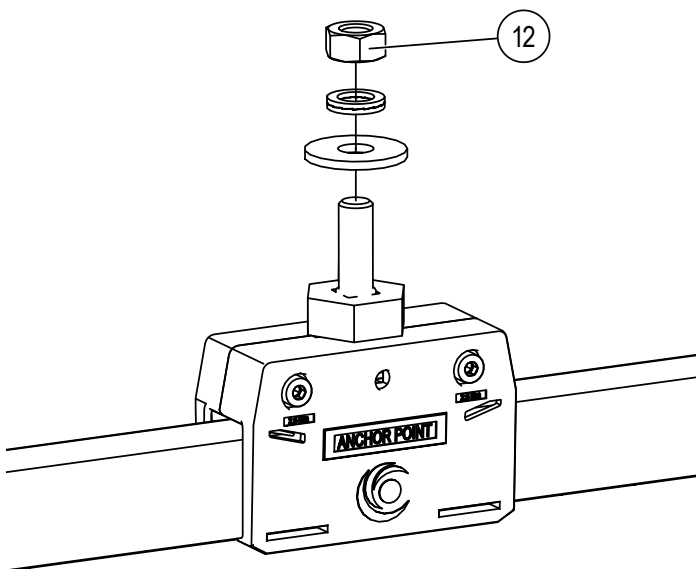

Abb. 30: Sechskantmutter (M8) des Fixpunktes lösen
- Die Verschraubung des Fixpunktes mit der Sechskantmutter (M8) (Pos. 12) lösen (siehe Abb. 30).